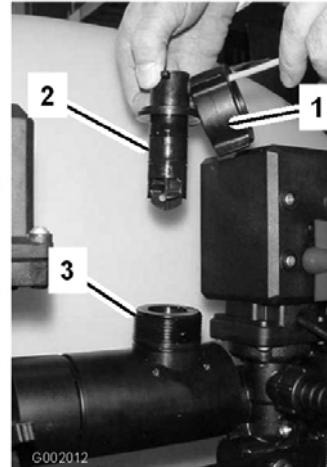

Figura 71
- Togliete il coperchio dal corpo del flussometro (Figura 71).